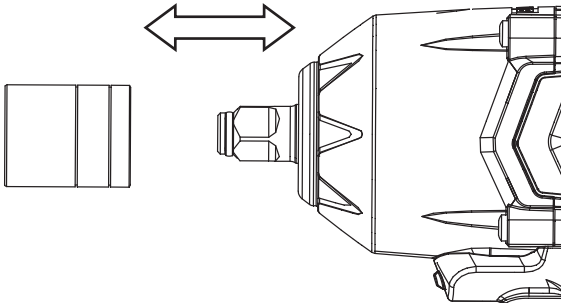

Abb. 3
1. Stecken Sie einen Sockel in den Amboss. (siehe Abb. 3)
Ziehen Sie den Sockel direkt aus dem Amboss heraus. (siehe Abb. 3)